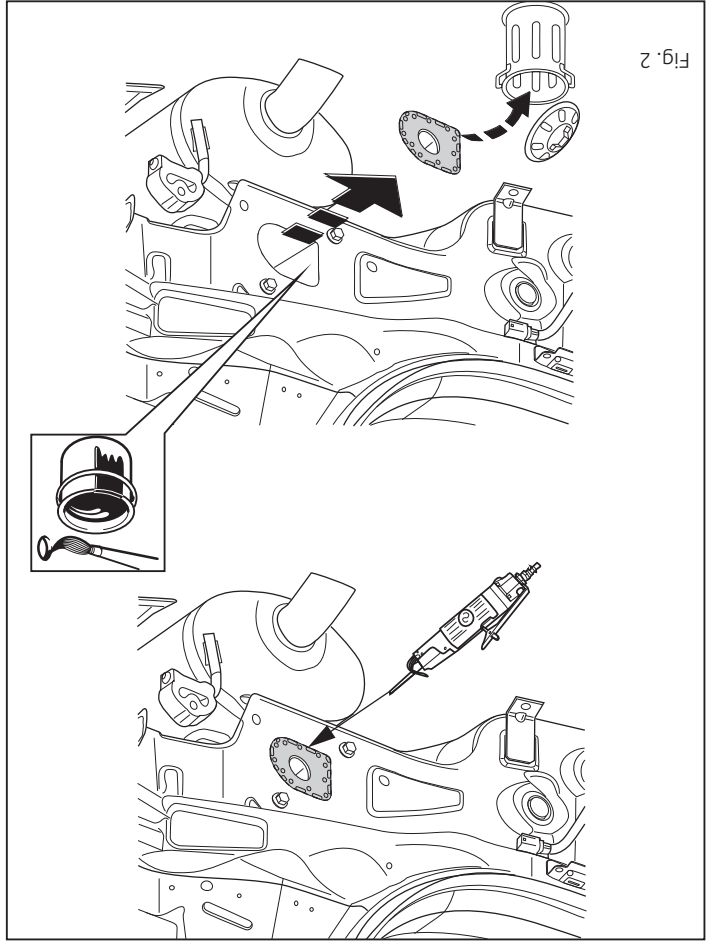

Fig. 2
5. Saw out the portions as indicated in fig. 2.
5. Gemäß Abb. 2 die angegebenen Teile heraussägen.
5. Sciez les parties indiquées conformément à la figure 2.
5. Såga ut delarna enligt fig. 2.